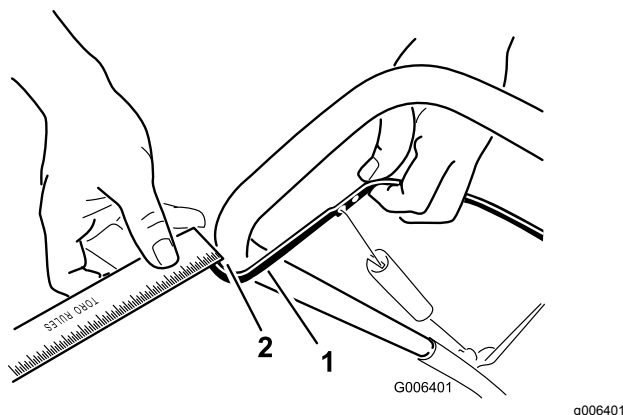

Figure 21
Rapprochez la barre de commande du guidon pour tendre le câble de commande (Figure 21).
Remarque: Vérifiez que la barre de commande et le guidon sont espacés de 2 à 3 mm (1/16 à 1/8 po) (Figure 21).
2. Accrochez le raccord en Z à un trou plus haut ou plus bas sur la biellette de réglage de manière à obtenir un espace de 2 à 3 mm ($1/16$ à $1/8$ po) entre la barre de commande et le guidon (Figure 21).